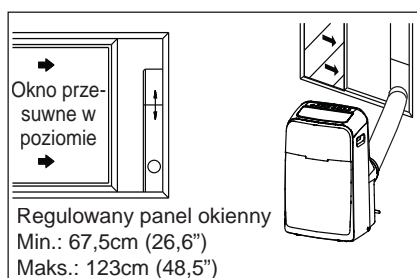

Rys. 8
5. Nasunąć zmontowane elementy na urządzenie (rys. 8).